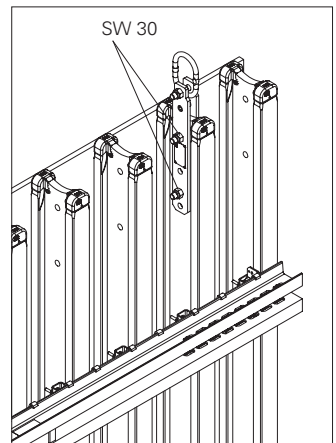

Fig. 06
3. Infilare le due viti attraverso l'anima della trave di cassaforma e le due piastre della staffa sollevamento. (Fig. 06)
4. Avvitare i due dadi (5) in senso orario e serrare con chiave dinamometrica – 60 Nm. (Fig. 06)